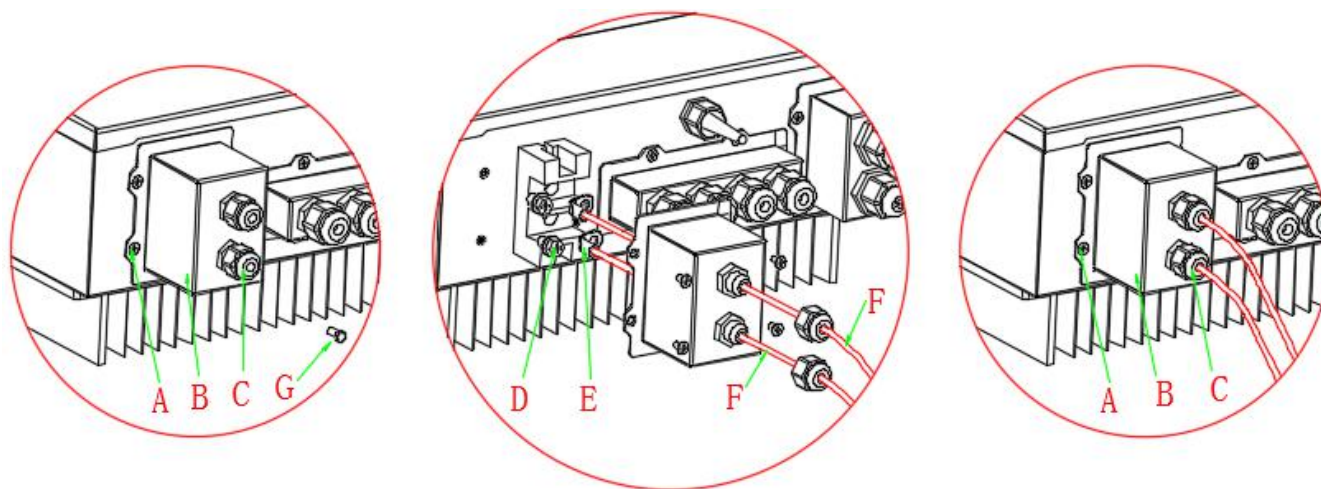

Fig. 5 Conexión de la batería (compruebe la polaridad de los cables de la batería antes de conectarla)
Paso 1: Afloje los 4 tornillos (parte A) con un destornillador (fig. 5)